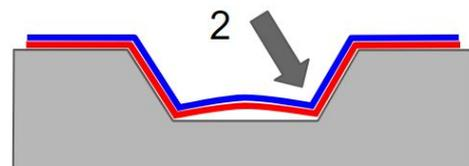

Fig.4
- 4) Répétez le même processus de pose à la seconde ondulation, comme décrit ci-dessus. Fig.4